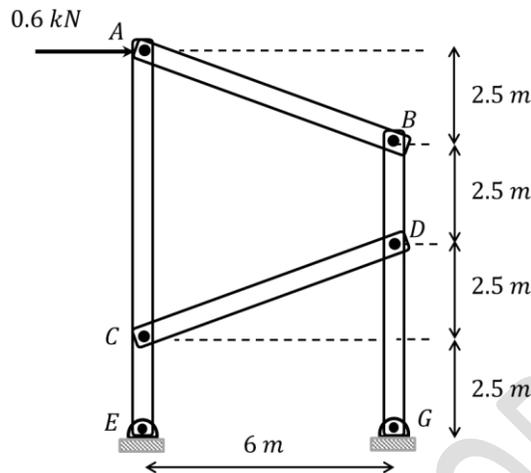

Fig. 6.24.
6.9.- Una fuerza horizontal de 600 N se aplica sobre el perno A del armazón mostrado en la Fig. 6.24. Calcule las fuerzas que actúan sobre los nudos B y D.